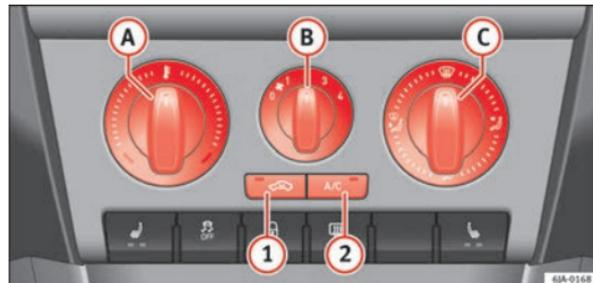

Abb. 98 Klimaanlage: Bedienelemente
Die Kühlung arbeitet nur dann, wenn die Taste   ⇒ Abb. 98 ⇒ Seite 137 gedrückt ist und folgende Bedingungen erfüllt sind:
- Drehen Sie den Drehregler  ⇒ Abb. 98 nach rechts, um die Temperatur zu erhöhen.
- Drehen Sie den Gebläseschalter  ⇒ Abb. 98 in eine der Positionen 1 bis 4, um das Gebläse einzuschalten.
- Mit dem Luftverteilungsregler  ⇒ Abb. 98 regeln Sie die Richtung des Luftaustritts ⇒ Seite 134.
- Drücken Sie die Taste   ⇒ Abb. 98. Die Kontrollleuchte in der Taste leuchtet auf.
- Bedienelemente A ⇒ Abb. 98 ⇒ Seite 137, B, C und die Tasten 1 und 2.
- Drücke Sie die Taste  **1** ⇒ Abb. 98 ⇒ Seite 137. Die Kontrollleuchte in der Taste leuchtet auf.
- Drücke Sie erneut die Taste  **1** ⇒ Abb. 98 ⇒ Seite 137. Die Kontrollleuchte in der Taste erlischt.
Wenn der Luftverteilungsregler  ⇒ Abb. 98 ⇒ Seite 137 auf die Position  gestellt ist, schaltet sich der Umluftbetrieb automatisch aus. Sie können den Umluftbetrieb in dieser Position wieder einschalten, indem Sie die Taste  drücken.